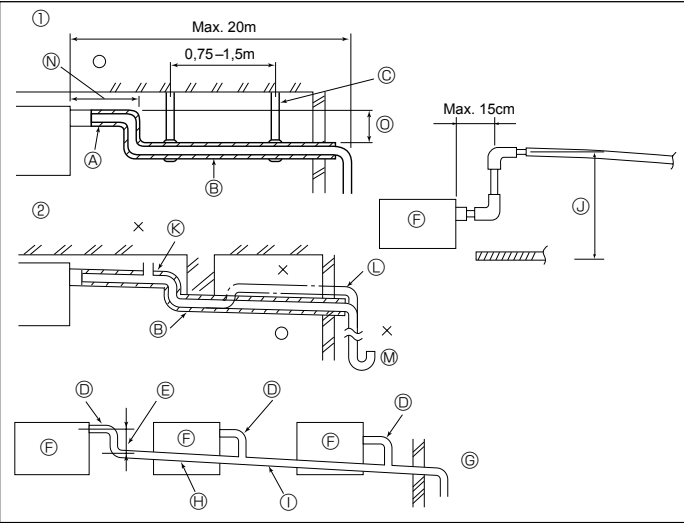

Fig. 3-4
3.3. Installazione della tubazione di drenaggio (Fig. 3-4)
- ① Tubazione corretta
- ② Tubazione non corretta